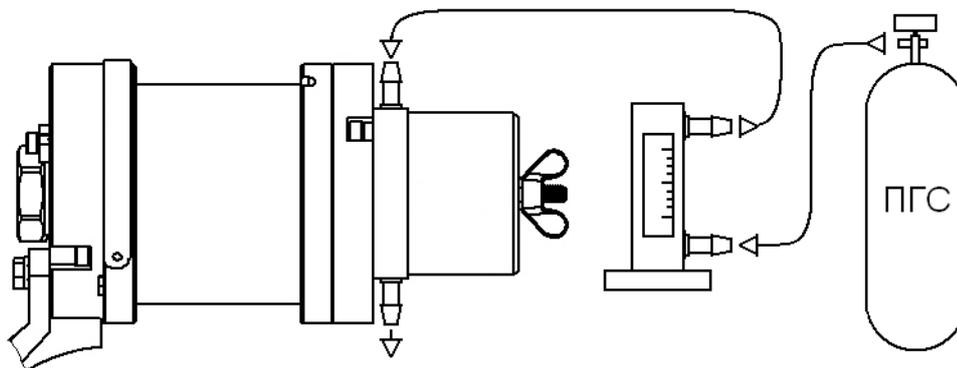

Рисунок 1 – Схема установки «нуля» СГОЭС
8.2 В полевых условиях установка «нуля» производится на месте штатного монтажа СГОЭС без его отключения. Для этого необходимо (рисунок 1):